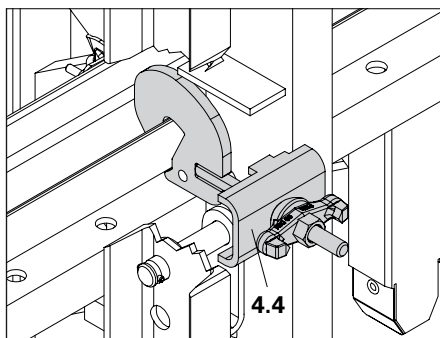

Fig. B3.07
3. Serrare l'attacco fissaggio corrente. (Fig. B3.07)